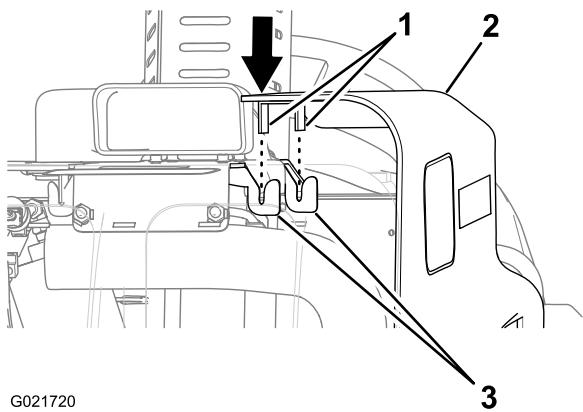

Figure 37
2. Alignez les pattes en haut du panneau latéral sur les supports de réception de la machine (Figure 37).